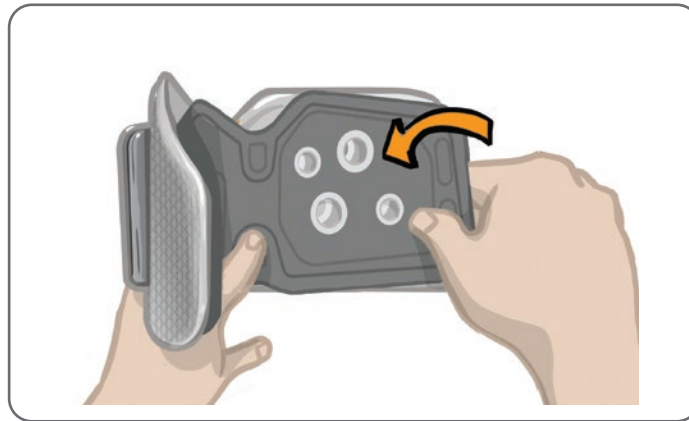

Figura 6-4: Fixação do painel pessoal
1. Para o painel pessoal regular, alinhe o painel sobre as quatro casas de botão no manguito regular da parte inferior da perna. Veja a Figura 6-4.